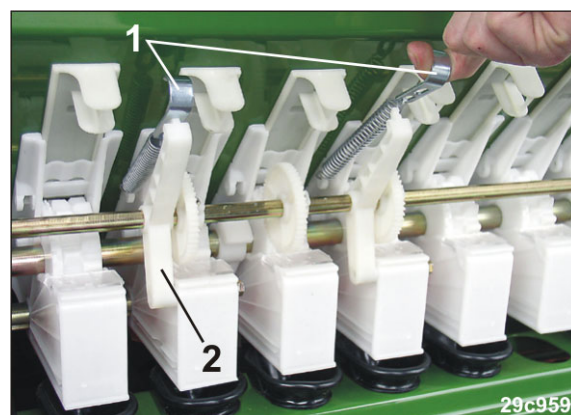

Fig. 239
2. Remover as molas de tração (Fig. 239/1) do rolamento do veio de contra-eixos (Fig. 239/2).